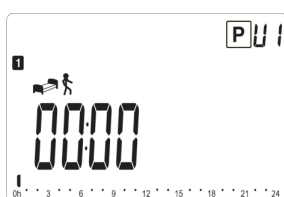

Fig. 16
- 4) accionar el pulsador (OK) al menos 1 segundo;
- 5) pulsar (OK) para confirmar la selección; aparecerá la pantalla de Fig. 16.